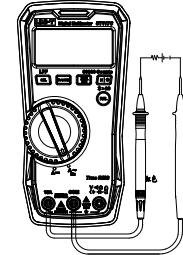

Figure 9
8. Mesure de sonde de courant (ACA/DCA) (Figure 9)